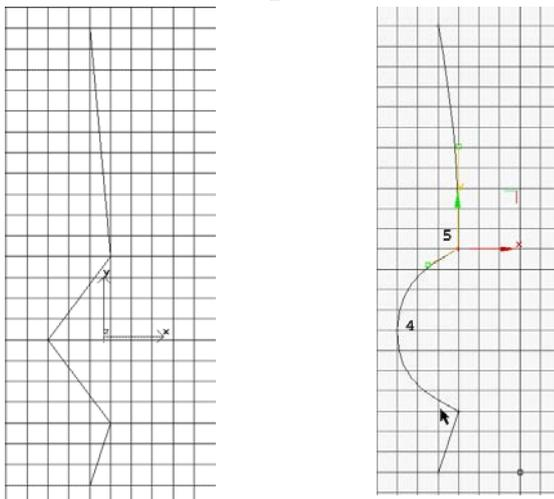

Рисунок 18
2. Создайте кривую, показанную на рис.18 а. Панель управления -> Create -> Shapes -> Line или <Ctrl>+Right-click menu/TOOLS -> Line. Создавая ломаную, щелкайте и отпускайте левую кнопку мыши, не перемещая мышь с нажатой кнопкой.
4. Теперь подправьте вершины. См. рисунок 18. Перейдите в режим редактирования линии: Панель управления -> Modify.
7. Перейдите в режим перемещения: Клавиша W. В режиме перемещения переместите узлы так, как показано на рис.18.